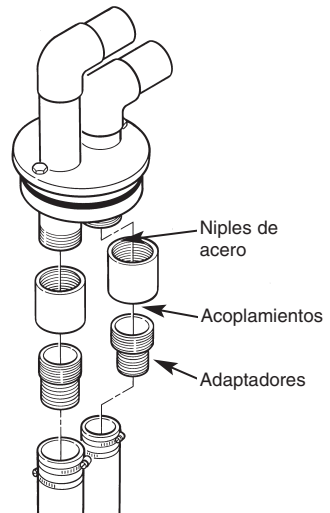

Figura 9
4. Use manguitos y adaptadores de tubería para conectar las enterrosas a la tubería de plástico en el pozo (consulte la Figura 9). Para evitar fugas, cubra con cinta de Teflón todas las uniones roscadas.